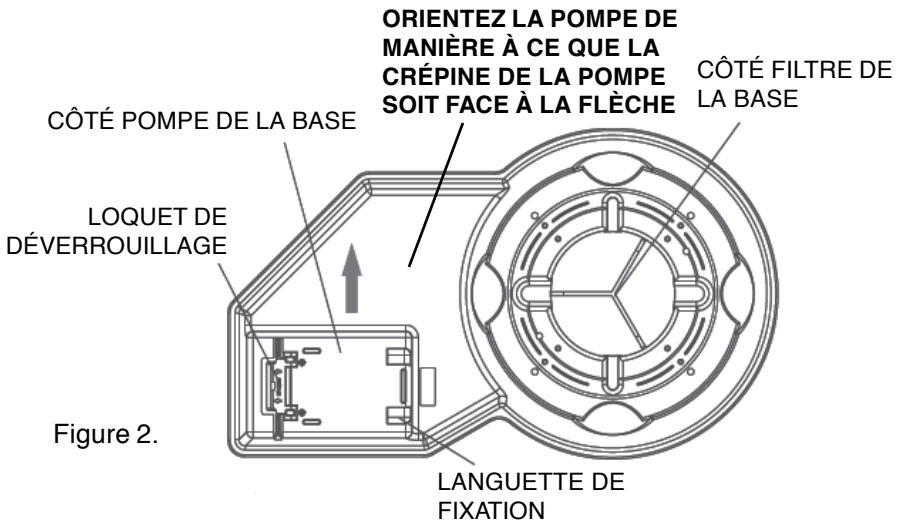

Figure 2.
- F. La pompe peut maintenant être fixée sur la base. La pompe doit être orientée comme l'indique la figure 2.